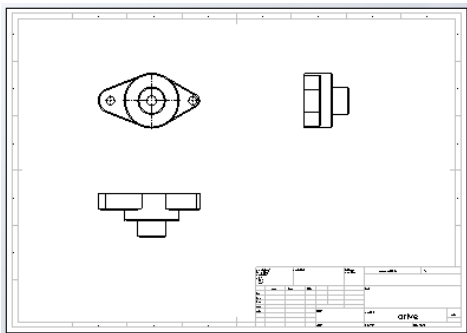

图 9-35 插入标准三视图
② 安排工程视图。单击[视图布局]控制面板中的[模型视图]按钮, 打开[模型视图]对话框, 在打开的“模型视图”对话框中单击浏览按钮, 系统弹出“打开”对话框, 在目录下打开目标零件文件 drive.sldprt。
①回到工程图的编辑状态。
②在工程图中的适当位置插入标准三视图, 如图 9-35 所示。
③单击[工程图]控制面板上的[剖面视图]按钮, 或选择[插入] | [工程图视图] |